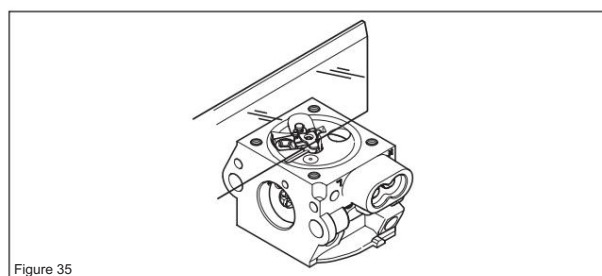

Figure 35
6. Vérifiez à l'aide d'une règle ou similaire que le levier est au niveau du plan de montage sur le couvercle. Le bras de levier peut être plié si nécessaire. (voir figure 35)